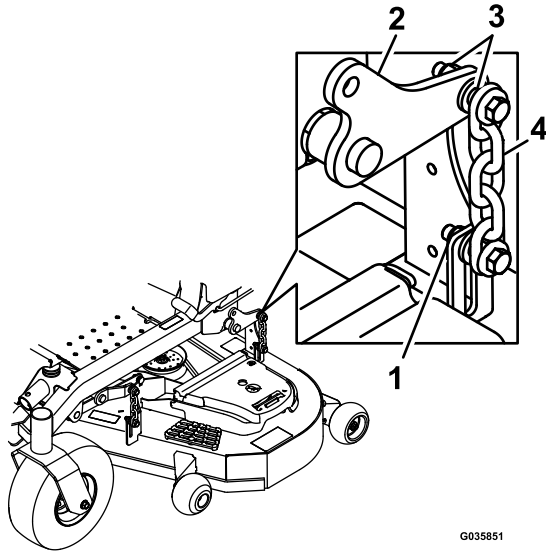

Bild 87
13. Lösen Sie die Sicherungsmuttern (Bild 87) an allen vier Ecken und stellen Sie sicher, dass das Mähwerk fest auf allen vier Blöcken sitzt.